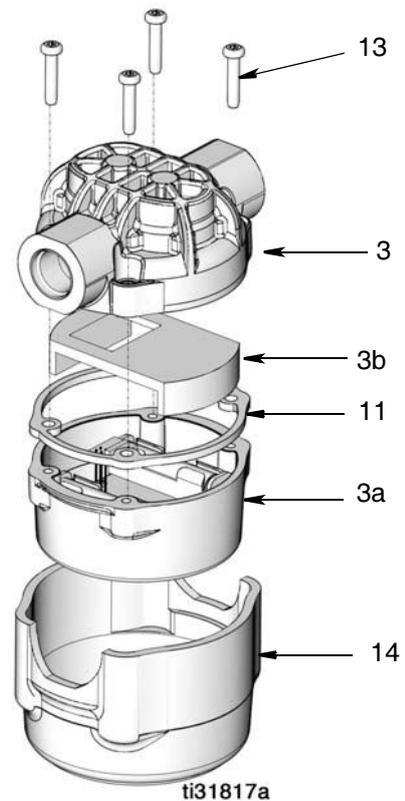

ABB. 14
2. Stoßschutz (14) entfernen (ABB. 14).
3. Die 4 Schrauben (13) vom Gehäuse des Dosiergeräts (3) entfernen, und die Elektronikumrandung (3a) entfernen (ABB. 14).
4. Batteriehalterung (3b) entfernen (ABB. 14).
7. Batteriehalterung (3b) wieder anbringen (ABB. 14).
8. Die Umrandungsdichtung (11) über der Lippe oben am Dosiergerät (3) anbringen. Elektronikumrandung (3a) auf Umrandungsdichtung (11) setzen (ABB. 14).
9. Die Schrauben (13) wieder befestigen (ABB. 14). Die Schrauben diagonal mit 1,7-2,8 Nm (15-25 ft-lb) festziehen.
10. Den Stoßschutz (14) wieder anbringen (ABB. 14).